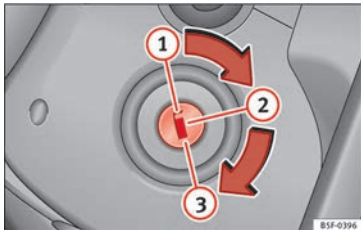

Abb. 131 Positionen des Zündschlüssels
In dieser Position » Abb. 131 sind die Zündung und der Motor ausgeschaltet und die Lenkung kann gesperrt werden.
- Drehen Sie den Zündschlüssel in die Position »» **Abb. 131** . Beim Vorglühen des Motors leuchtet die Kontrollleuchte  auf.
- Drehen Sie den Zündschlüssel in die Position »» Abb. 131 .